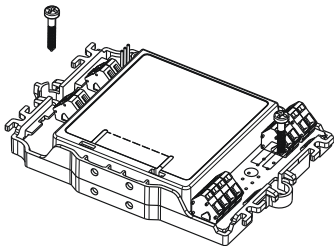

Fig. 2
- Instalação direta em um quadro ou unidade de controle: monte o módulo em uma superfície lisa (Fig. 2).
- Fixe com dois parafusos M4 (Fig. 2). Distância entre os furos de instalação: $118.0 \pm 1.0\text{mm}$.